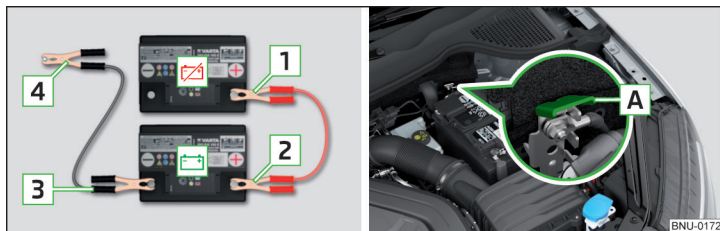

Fig. 317 Ayuda de arranque: - batería descargada, - batería que suministra corriente / punto de masa del motor en el sistema START-STOP
- En vehículos **con** el sistema START-STOP, fijar el brone **4** en el punto de masa del motor **A** » **fig. 317.**